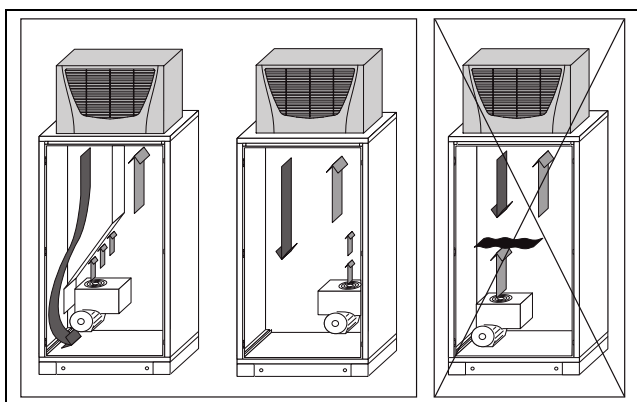

Fig. 3 : Ne jamais diriger le courant d'air froid directement vers des composants actifs
- Prêter une attention particulière à la position des appareillages électriques dotés d'une ventilation active (fig. 3).